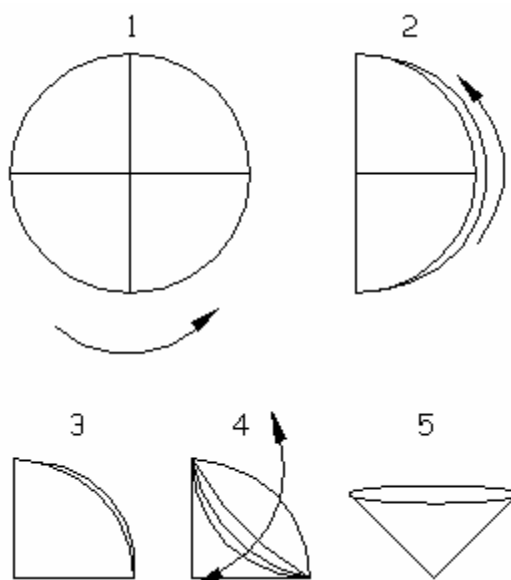

Figura 1
1. Toma un círculo de papel filtro y dóblalo en cuatro partes. Ábrelo de manera que te quede formado un cono (Figura 1).